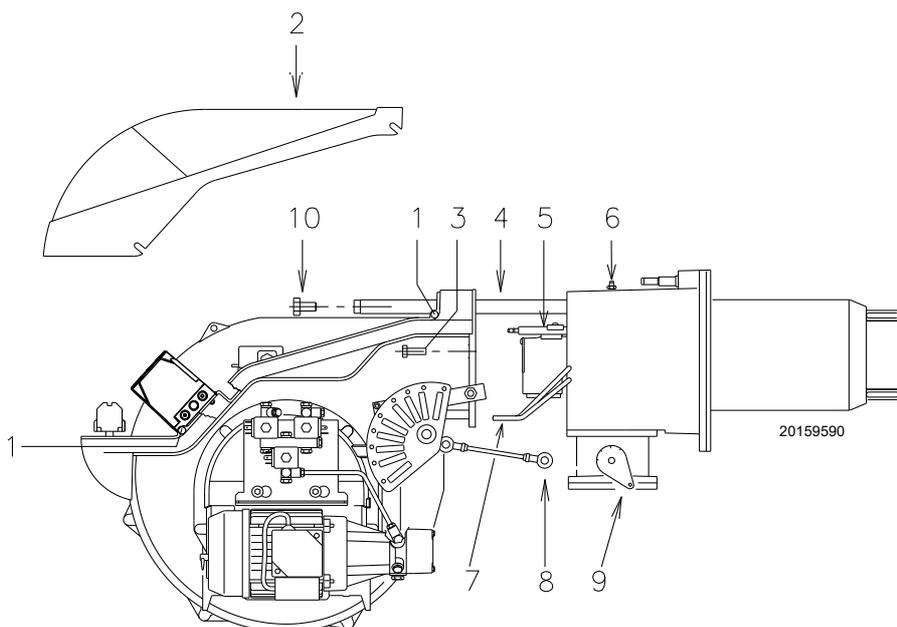

Fig. 47
- Desserrer les vis 1) et enlever le capot 2)(Fig. 47).
- Débrancher les tuyaux du fioul 7)(Fig. 47).
- Retirer les vis 3) et faire reculer le brûleur sur les glissières 4)(Fig. 47) d'environ 100 mm ;
On peut alors extraire la partie interne 5) après en avoir retiré la vis 6)(Fig. 47).